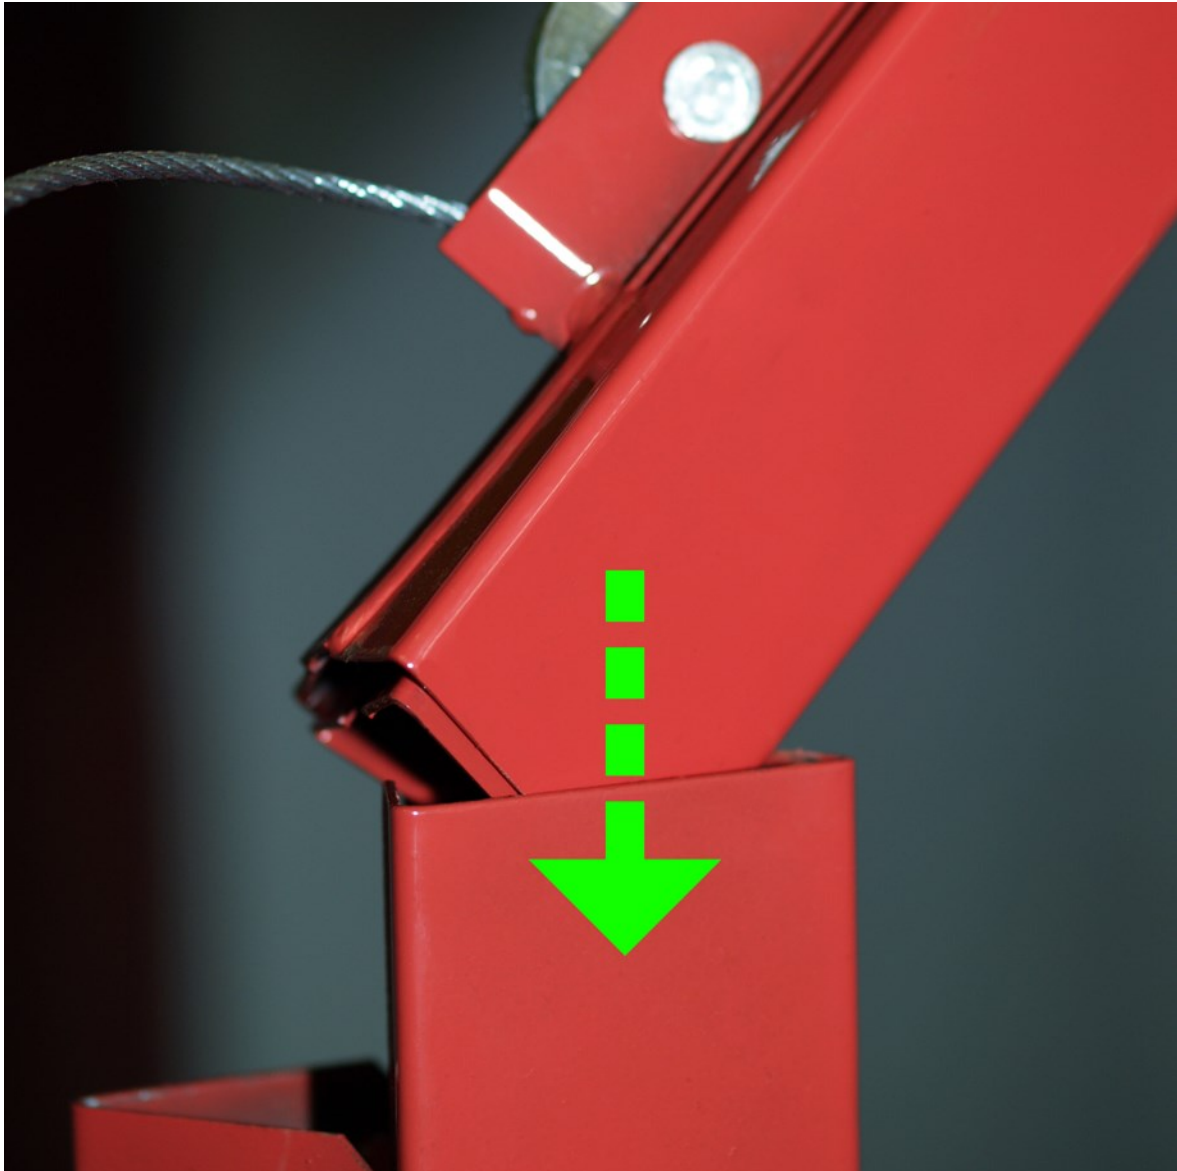

Abbildung 4
6. Verlängerungsstange einsetzen (Abb. 4).